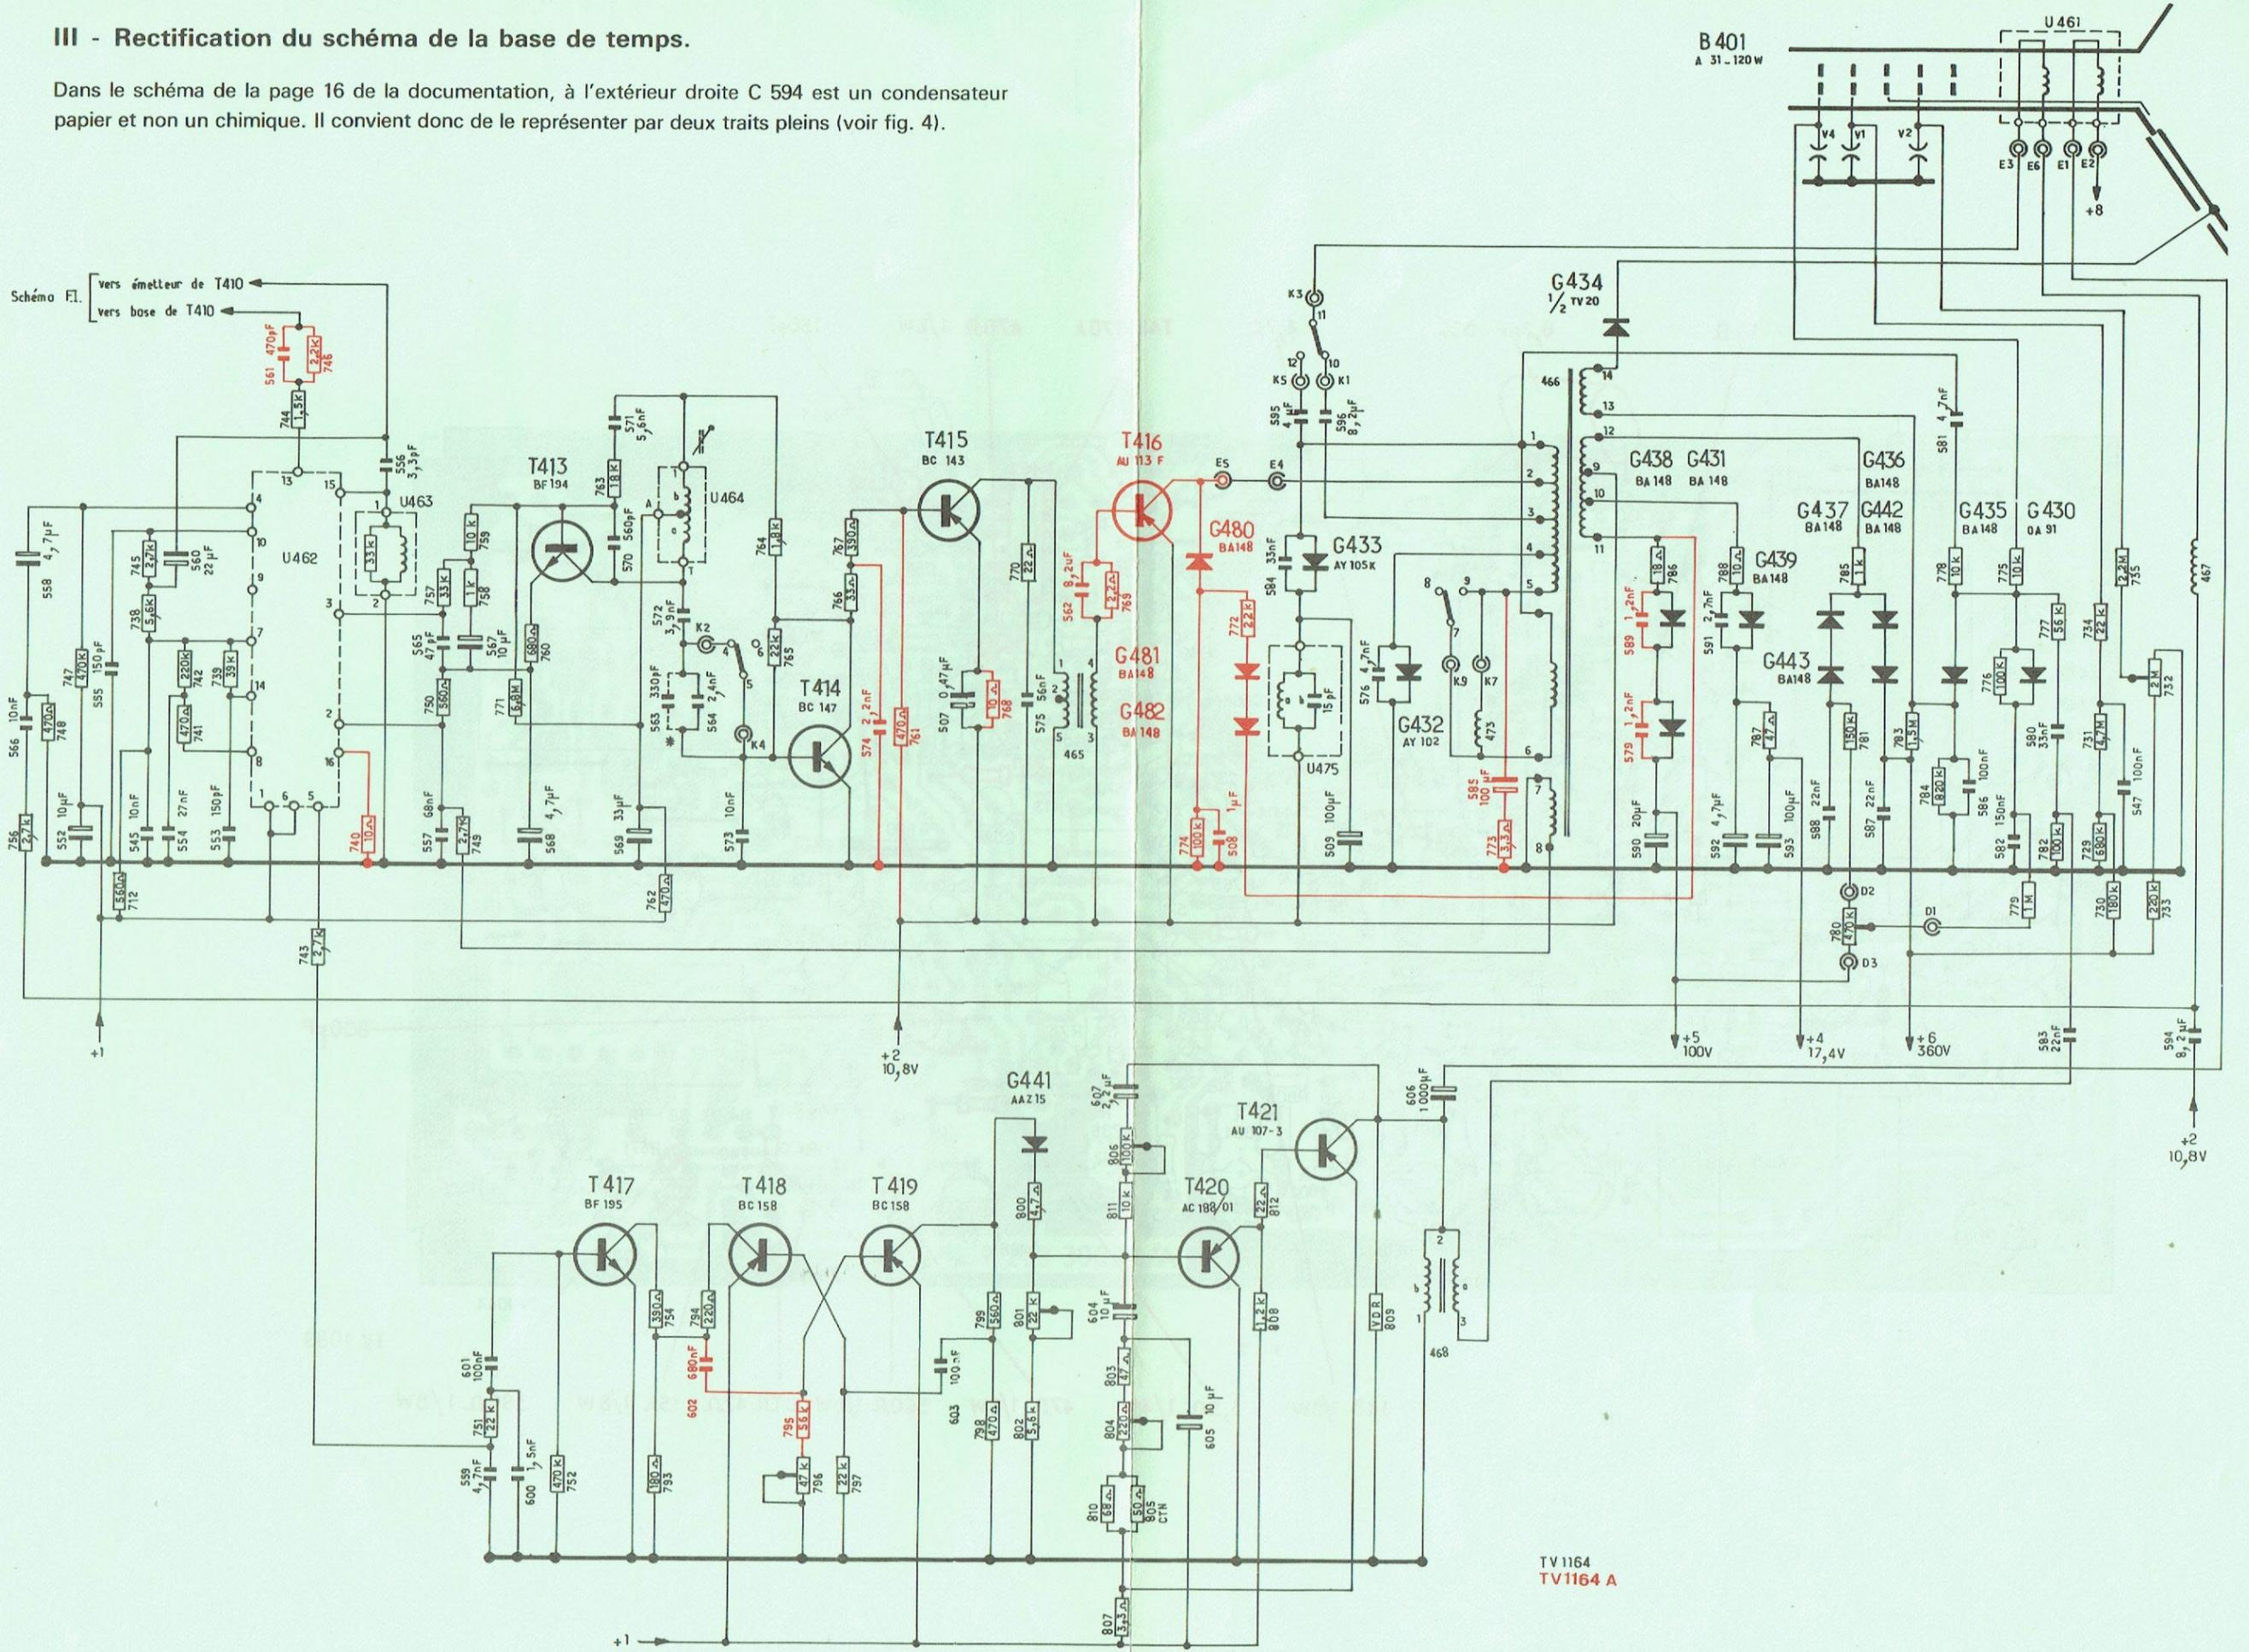

Fig. 4
d) Base de temps de trame (fig. 4)
Base de temps lignes (fig. 4)
Dans le schéma de la page 16 de la documentation, à l'extérieur droite C 594 est un condensateur papier et non un chimique. Il convient donc de le représenter par deux traits pleins (voir fig. 4).